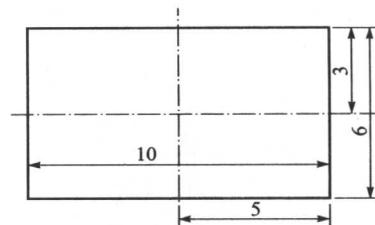

图 1-2 【练习 1-2】完成图
**【练习 1-2】** 使用“中心线”、“矩形”命令，绘制如图 1-2 所示的图形。
单击草绘工具栏中的“修改尺寸”按钮☒，将尺寸修改为图 1-2 所示的数值。